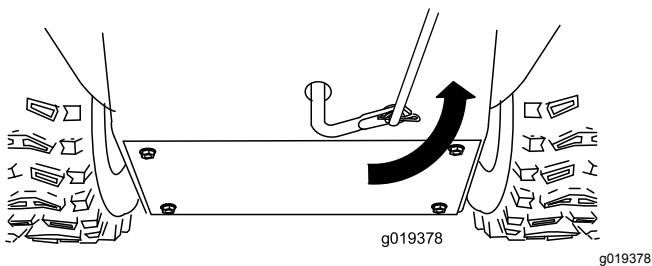

Figura 8
- 5. Ruotate completamente verso l'alto il braccio articolato inferiore (in senso antiorario), come illustrato nella Figura 8.